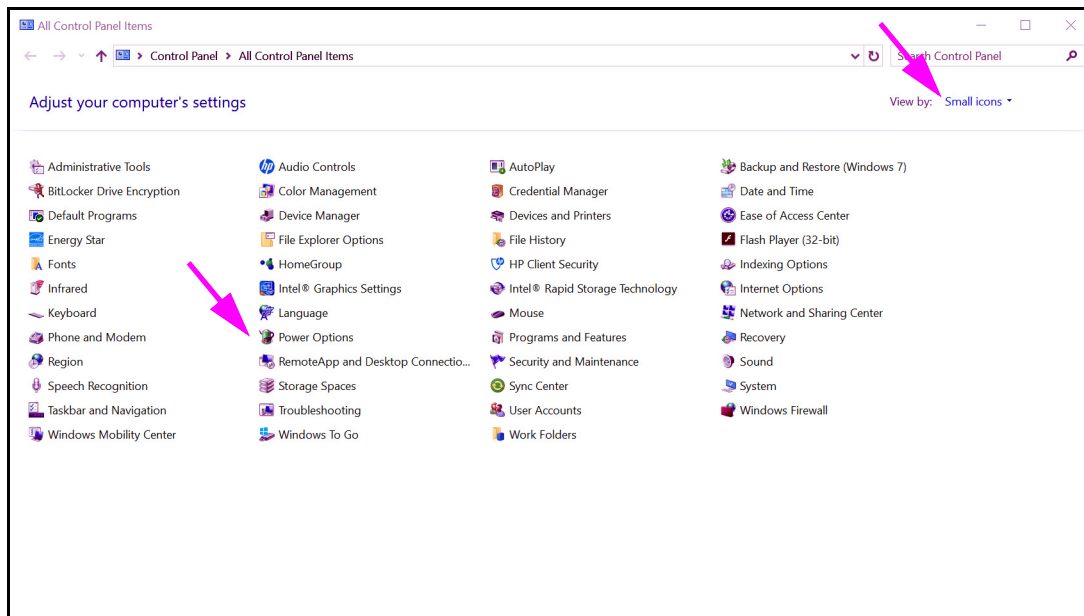

Figura 2-24. Finestra All Control Panel Items (Tutti gli elementi del Pannello di controllo)
2. Selezionare **Windows System (Sistema Windows) > Control Panel (Pannello di controllo)**. Se è impostata la visualizzazione Small icons (Icone piccole), la finestra All Control Panel Items (Tutti gli elementi del Pannello di controllo) apparirà come mostrato nella Figura 2-24. Fare clic su **Power Options (Opzioni risparmio energia)**.